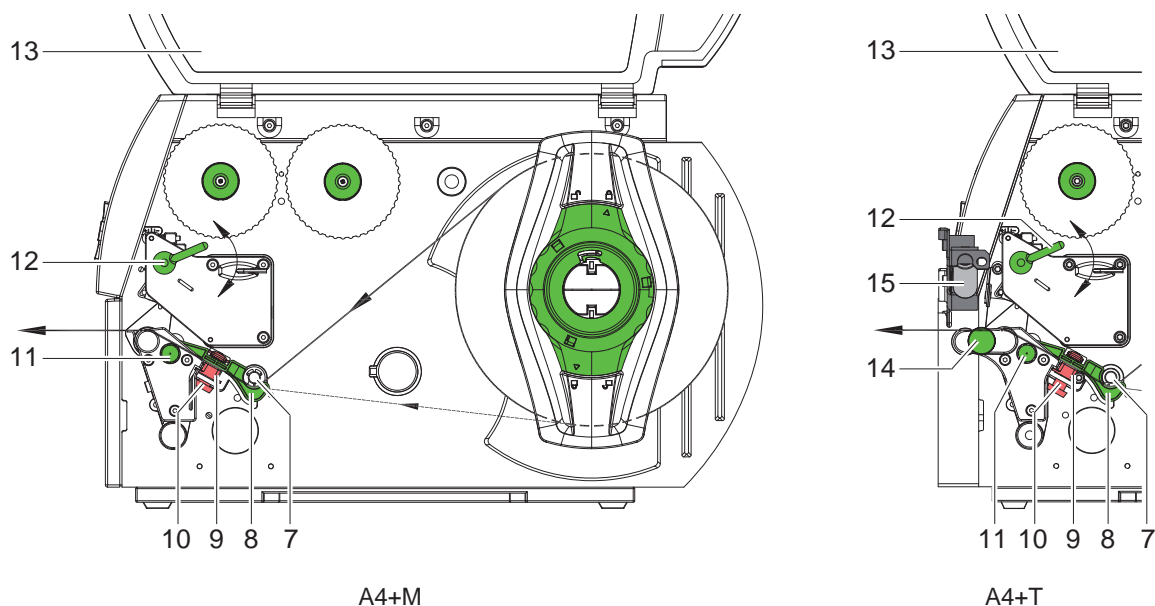

Figura 8 Percorso del materiale
- Allentare leggermente il pomello zigrinato (10, Figura 8) e posizionare la barriera fotoelettrica delle etichette spingendola sul pomello zigrinato in modo tale che il sensore possa rilevare l'interspazio tra le etichette o la presenza di una marcatura a riflessione o una punzonatura.
- Ruotare la leva (12) in senso orario per bloccare la testa di stampa.